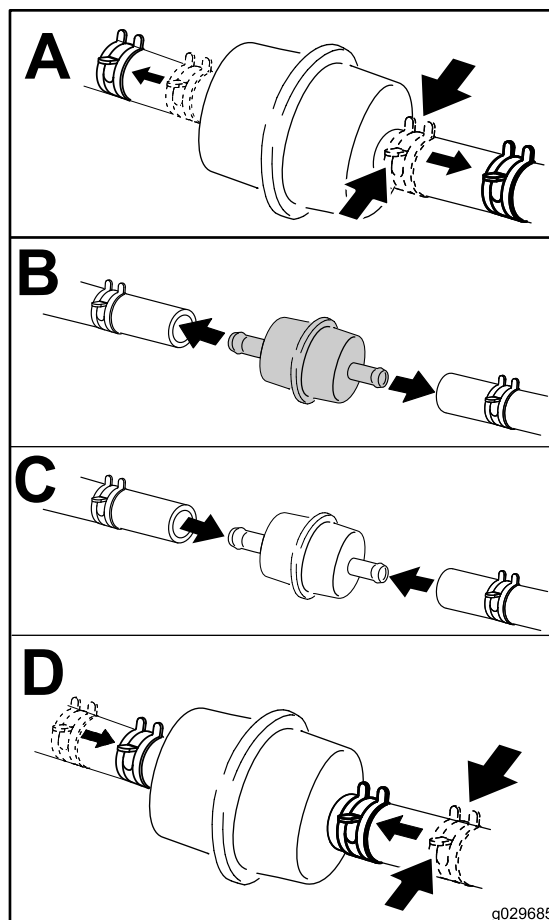

Figura 42
6. Punei un recipient curat sub filtrul de combustibil i înlocuii filtrul de combustibil aa cum se arată în Figura 42.